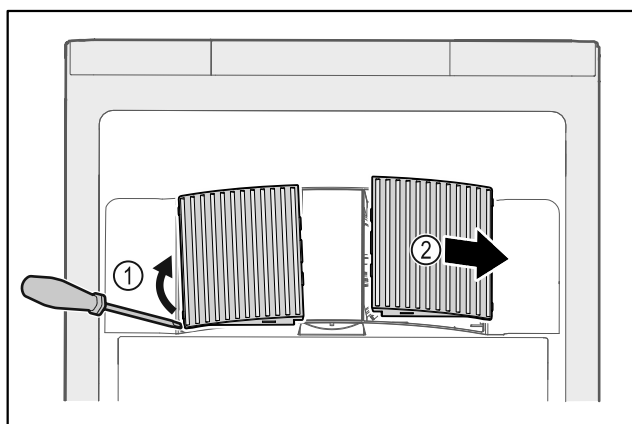

Fig. 165
- Αναμοχλεύστε προσεκτικά από το πλάι τα καλύμματα του ανεμιστήρα Fig. 165 (1) και αφαιρέστε τα προς τα εμπρός Fig. 165 (2).